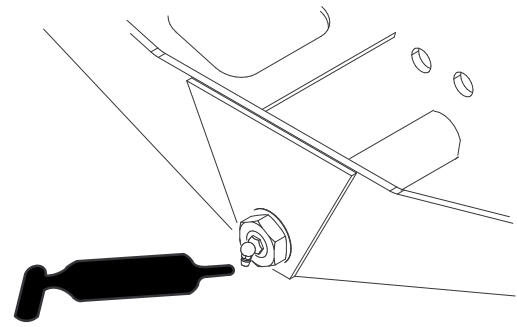

Рисунок 79
- Ось поворота моста (1 шт.) (Рисунок 79)